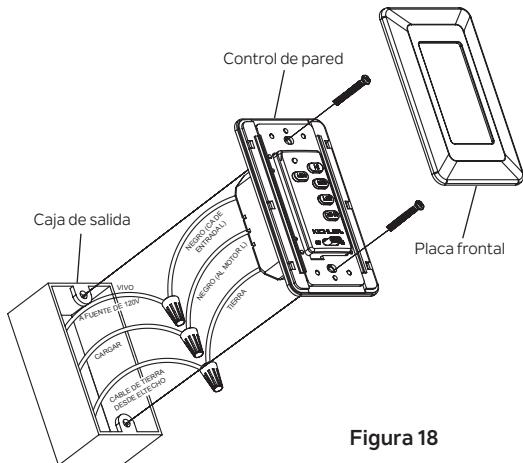

Figura 18
**Paso 2.** Conecte los cables de la caja de salida a los cables del control de la pared, con los conectores de cables provistos. (Figura 18)